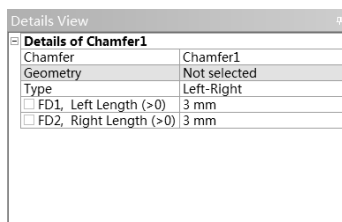

图 2-14 倒角设置面板
(9) Chamfer (倒角): 选择此命令会弹出如图 2-14 所示的倒角设置面板。